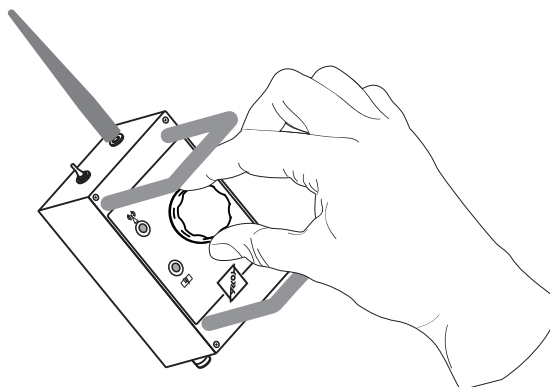

рис. 6.19
- выставить необходимое значение сварочного тока на источнике питания МС-500МХ или пульте ДУ (рис.6.19), зарядить электрод в электрододержатель и приступить к сварке.